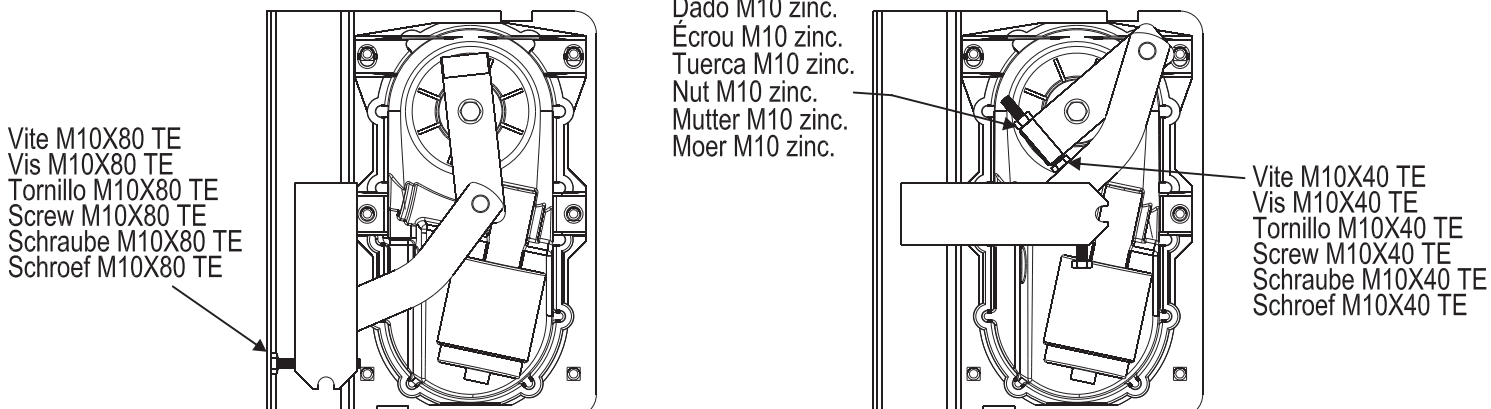

Fig. 5A / Abb. 5A
Une fois que les degrés d'ouverture ont été établis, bloquer les deux vis avec les écrous M10 fournis (Fig.5a)
Una vez establecido los grados de abertura, parar las vides con los dados M10, fig.5a.
3. Carry out the electrical connections of the gearmotor (see: Electronic control unit booklet) (fig. 5a).